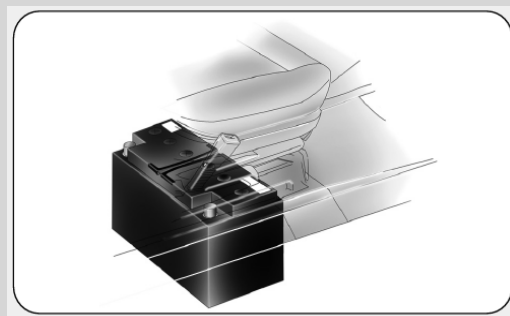

fig. 13
**Utrymme för hjälpbatteriet fig. 13**